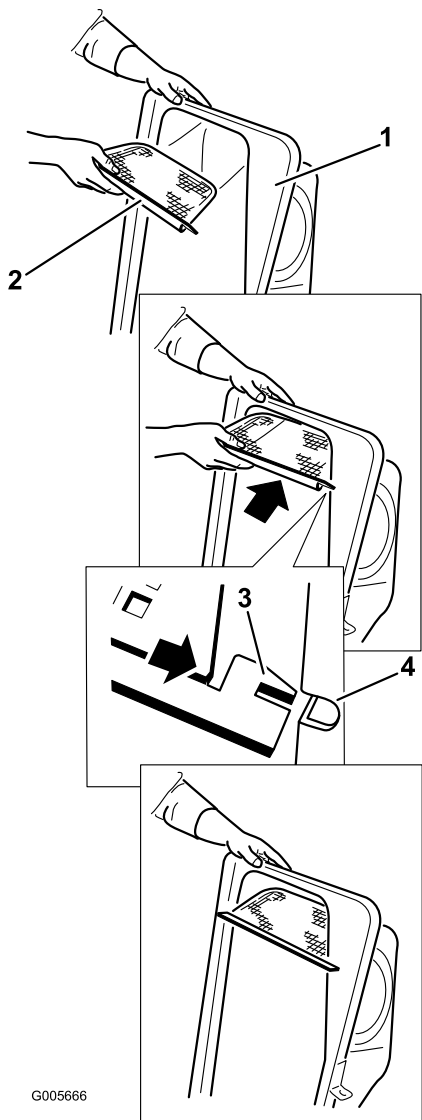

Bild 15
2. Setzen Sie das Gitter so ein, wie in Bild 15 abgebildet, dass es sich nach unten zu den Grasfangkörben neigt.